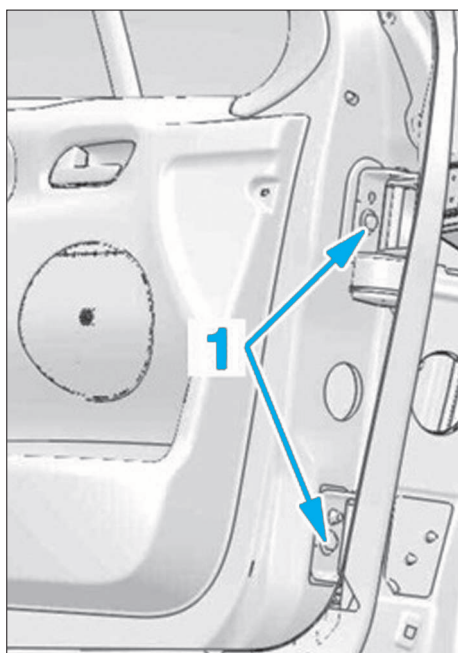

FIG. 54
- Placer un support sur la porte et déposer les vis de fixation (1) (Fig.54).